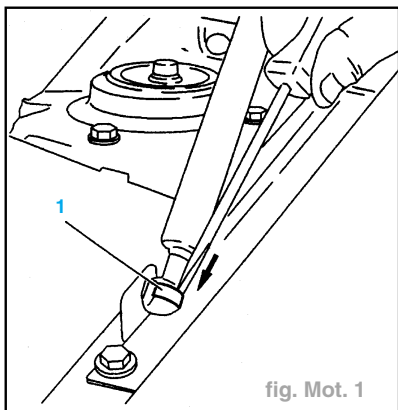

fig. Mot. 1
- Déposer les agrafes (1), à l'aide d'un tournevis (figure Mot. 1)